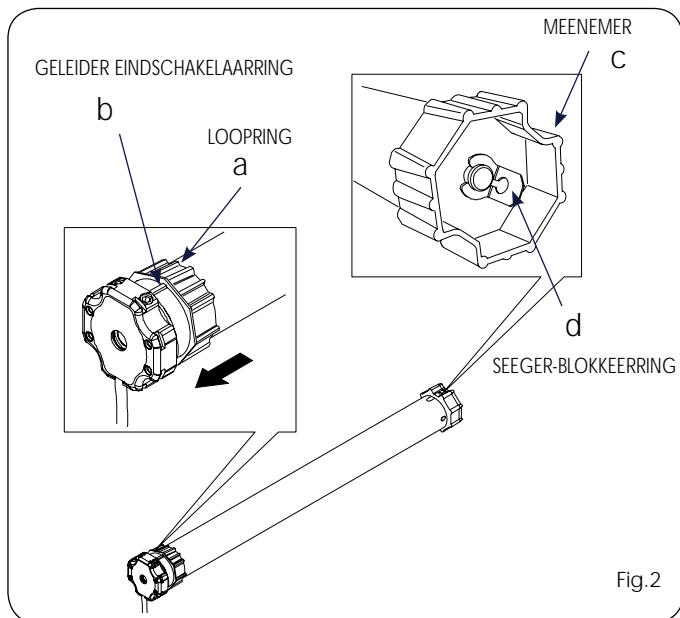

Fig.2
1) Steek het kransaanpastuk (Fig.2 ref.a) in de buisvormige motor, totdat deze helemaal op de geleider (Fig.2 ref.b) in de eindschakelaarring zit.
2) Plaats het wielaanpastuk (Fig.2 ref.c) in de motoras en blokkeer hem met de meegeleverde seeger-ring. (Fig.2 ref.d)